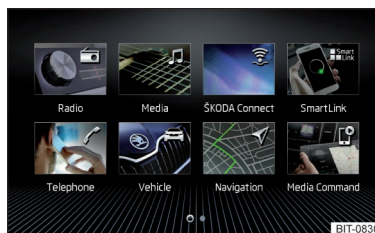
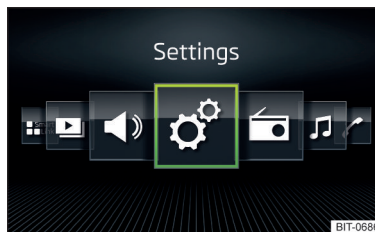

Fig. 126
Fig. 127
- Selectați opțiunea **Afișare rastru** » fig. 126 sau **Afișare orizontală** » fig. 127.